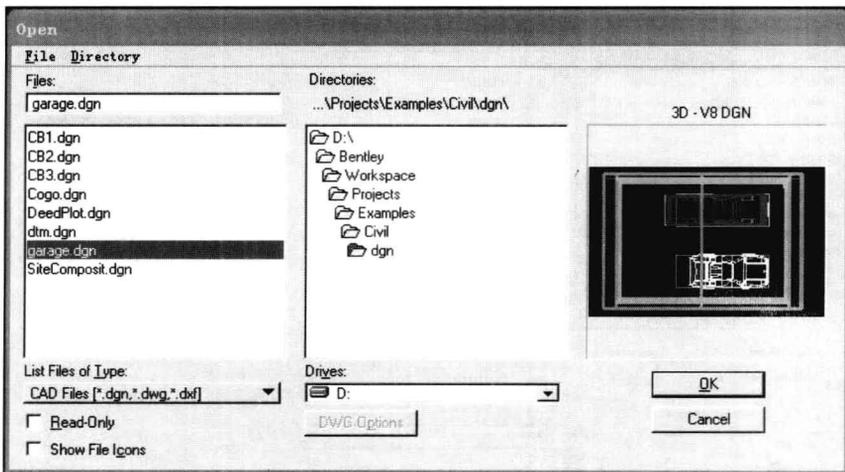

图 2-8
3) 在工作界面打开文件时则选择“File（文件）”菜单中的打开文件（Open...）命令，会出现打开文件窗口，如图 2-8 所示。